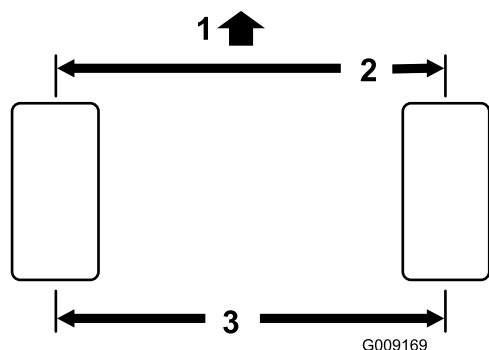

図 91
1. 後輪の前と後ろで、左右のタイヤの中央線間距離を測るアクスルの高さ位置で計測。前での測定値が、後ろでの測定値より 3 mm 小さければ合格とする 図 91。